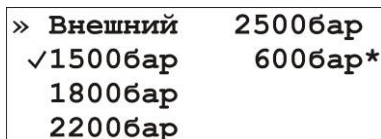

Рисунок 4.5 - Экран выбора датчика давления
3. В меню "Датчик давления" (рис. 4.5) клавишами Δ, ∇ выбрать используемый датчик давления (установить флажок) при помощи клавиши \checkmark .
3. В меню "Датчик давления" (рис. 4.5) клавишами Δ, ∇ выбрать пользовательский датчик давления и нажать клавишу \checkmark .